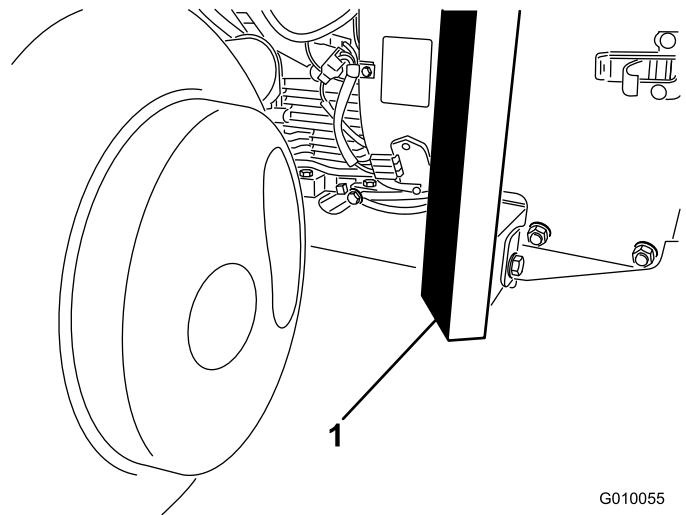

Figura 40
2. Collocate il cavalletto metallico con sicurezza sotto la parte anteriore del telaio (Figura 40).